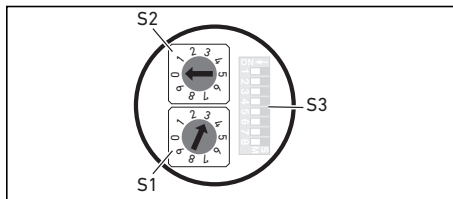

Abb. 8: Adressschalter S1, S2 und Mode-Schalter S3 am Buskoppler
Die Stationsadresse wird mit Hilfe der beiden Schalter S1 und S2 (siehe Abb. 8) eingestellt.
- ▶ Vergeben Sie mit S1 und S2 (siehe Abb. 8) die Stationsadresse von 1 bis 99 frei:
Der Mode-Schalter S3 für die Einstellung der Diagnosemeldungen befindet sich unter der PG-Verschraubung **A** (siehe Abb. 8 auf Seite 27).